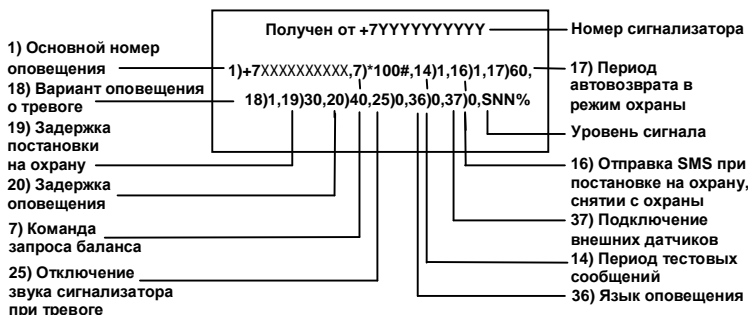

Рис.8 Пример SMS с настройками
Сигнализатор отправляет на номер 1-го телефона оповещения («1sms», см. табл.4) SMS сообщения о постановке на охрану, снятии с охраны (рис.5а и 5б), и на номера «1sms» ... «6sms» сообщения о тревоге (рис.5в). На номер «1sms» так же приходят сообщения с настройками (п.2.4, рис.8) и тестовые сообщения содержащие баланс.
Если в «Дежурном» режиме будет зарегистрировано **нарушение**, то после окончания времени задержки оповещения (40 секунд по-умолчанию, см. таблицу 4, ячейка №20) сигнализатор разошлет SMS с текстом «Тревога» (см. рис.8) и/или начнет звонок на указанные номера, в зависимости от заданного параметра оповещения (см. таблицу 4, ячейка №18).
4. По окончании одной минуты после последнего звонка, сигнализатор на основной номер отправит SMS с настройками (рис. 8) и перейдет в режим «Снят с охраны».